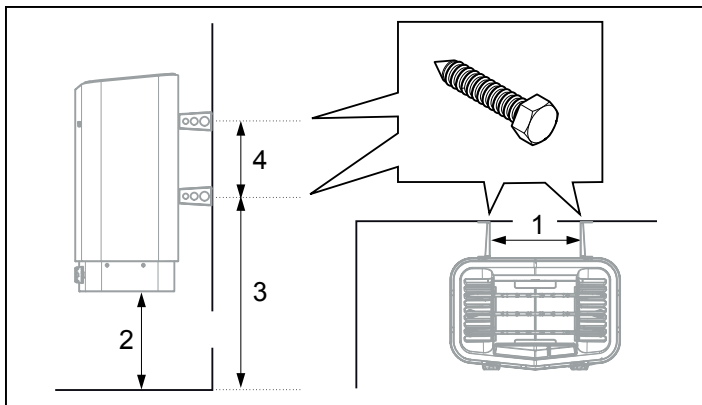

Fig 12: Måttsättning
7. Placera konsolskruvarna enligt måttättning se Fig 12.